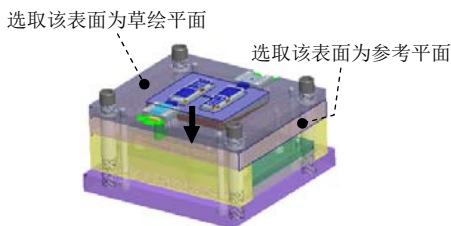

图 31.89 定义草绘平面
Step1. 创建复位杆参考点。单击 **模型** 功能选项卡 **基准** 区域中的“草绘”按钮 **草绘**，系统弹出“草绘”对话框；选择图 31.89 所示的表面为草绘平面，选择图 31.89 所示的工件
Step2 创建复位杆修剪面。在屏幕右下角的“智能选择栏”中选择“几何”选项。选取图 31.89 所示的草绘平面,然后单击**模型**功能选项卡**操作**区域中的“复制”按钮 。单击“粘贴”按钮 。在“曲面:复制”操控板中单击 按钮;单击**EMX 常规**功能选项卡**工具**控制区域中的 **EMX 工具**按钮后面的 ,在下拉菜单中选择**识别修剪面**按钮,系统弹出“顶杆修剪面”对话框;单击对话框中的 ,系统弹出“选择”对话框,选取之前复制的曲面为复位杆修剪面;在“选择”对话框中单击 按钮,然后单击“完成”按钮 。